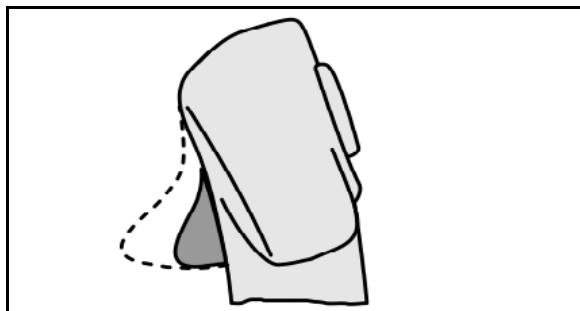

Bild 114
- med joystick enligt Bild 114